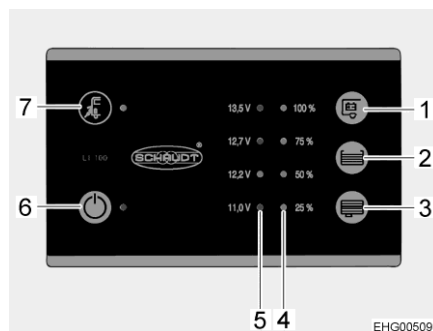

Fig. 85 Panel (LT 100)
El LED amarillo en el símbolo de conexión a la red "⚡" (Fig. 85,7) estará iluminado mientras que el vehículo esté conectado a una alimentación de red externa. Entonces, el LED también estará iluminado al estar el panel desconectado.
El interruptor principal de 12 V (Fig. 85,6) conecta y desconecta el panel y la alimentación de 12 V del habitáculo.
- Pulsar el interruptor "⏻" (Fig. 85,6): La alimentación de 12 V del habitáculo está conectada. El LED está iluminado de color verde.
- Volver a pulsar el interruptor "⏻" (Fig. 85,6): La alimentación de 12 V del habitáculo está desconectada. El LED se apaga.
La serie de LED (Fig. 85,5) indicará la tensión de batería de la batería del habitáculo del modo siguiente:
- Pulsar la tecla "E" (Fig. 85,1): Indica la tensión de la batería del habitáculo.
La serie de LED (Fig. 85,4) indicará el nivel de llenado del depósito de agua potable o del depósito de aguas residuales.
Indicar el nivel de llenado: Pulsar la tecla "☰" (Fig. 85,2): Los LED iluminados indicarán el nivel de llenado del depósito de agua potable.
Pulsar la tecla "☷" (Fig. 85,3): Los LED iluminados indicarán el nivel de llenado del depósito de aguas residuales.